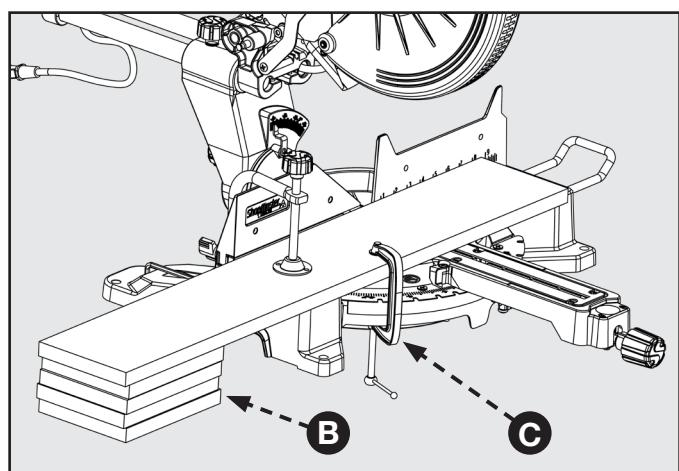

FIGURE 21
Dans la plupart des cas, les rallonges de table incluses (supports de pièce) suffiront pour supporter des pièces plus longues. Si celles-ci ne sont pas assez longues, la pièce doit être soutenue plus loin de la scie. Un support supplémentaire (B) peut être utilisé pour placer la pièce à plat sur la table de scie. Utilisez l'étau inclus ou une presse en C (C) pour immobiliser la pièce sur la table de la scie à onglets. Voir figure 21.